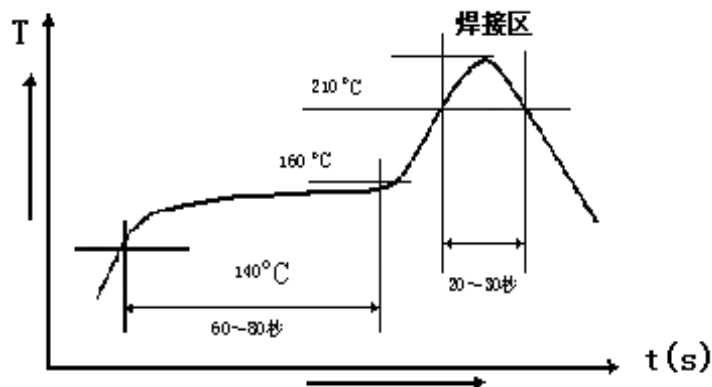

图 7-1-1 波峰焊温度曲线
- (1) 推荐采用合金成分为 37%Pb63%Sn 的焊料。
- (2) 器件在拾取和安装过程中应避免因外力造成的引线变形、损伤或表面镀层脱落。
- (3) 波峰焊前，应对器件进行预热，避免焊接过程中应力过大造成器件损坏。波峰焊时，器件实际达到的峰值温度建议不超过 220℃，锡炉温度在 230℃到 250℃之间。波峰焊温度曲线如下图 7-1-1 所示：